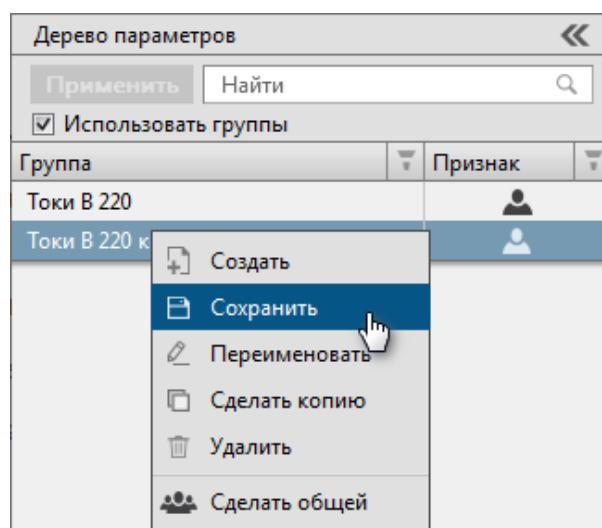

Рисунок 31 - Сохранить
3. Нажмите ПКМ по копии и выберите команду **Сохранить** (Рисунок 31).